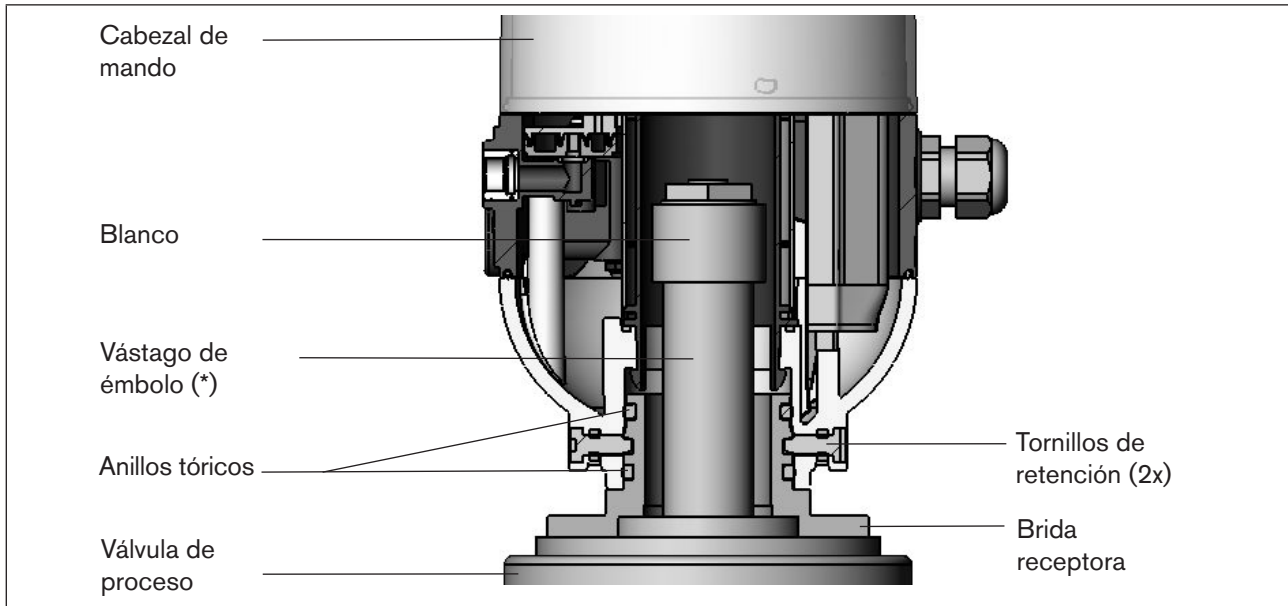

Ilustración 10: Representación del principio de la adaptación Cabezal de mando - Válvula de proceso
- Asegurar el cabezal de mando con los dos tornillos de retención (tornillos de cuello M5) en la ranura central de la brida receptora contra la extracción de la brida receptora - par de apriete: máx. 3,2 Nm (véase "Ilustración 10: Representación del principio de la adaptación Cabezal de mando - Válvula de proceso").